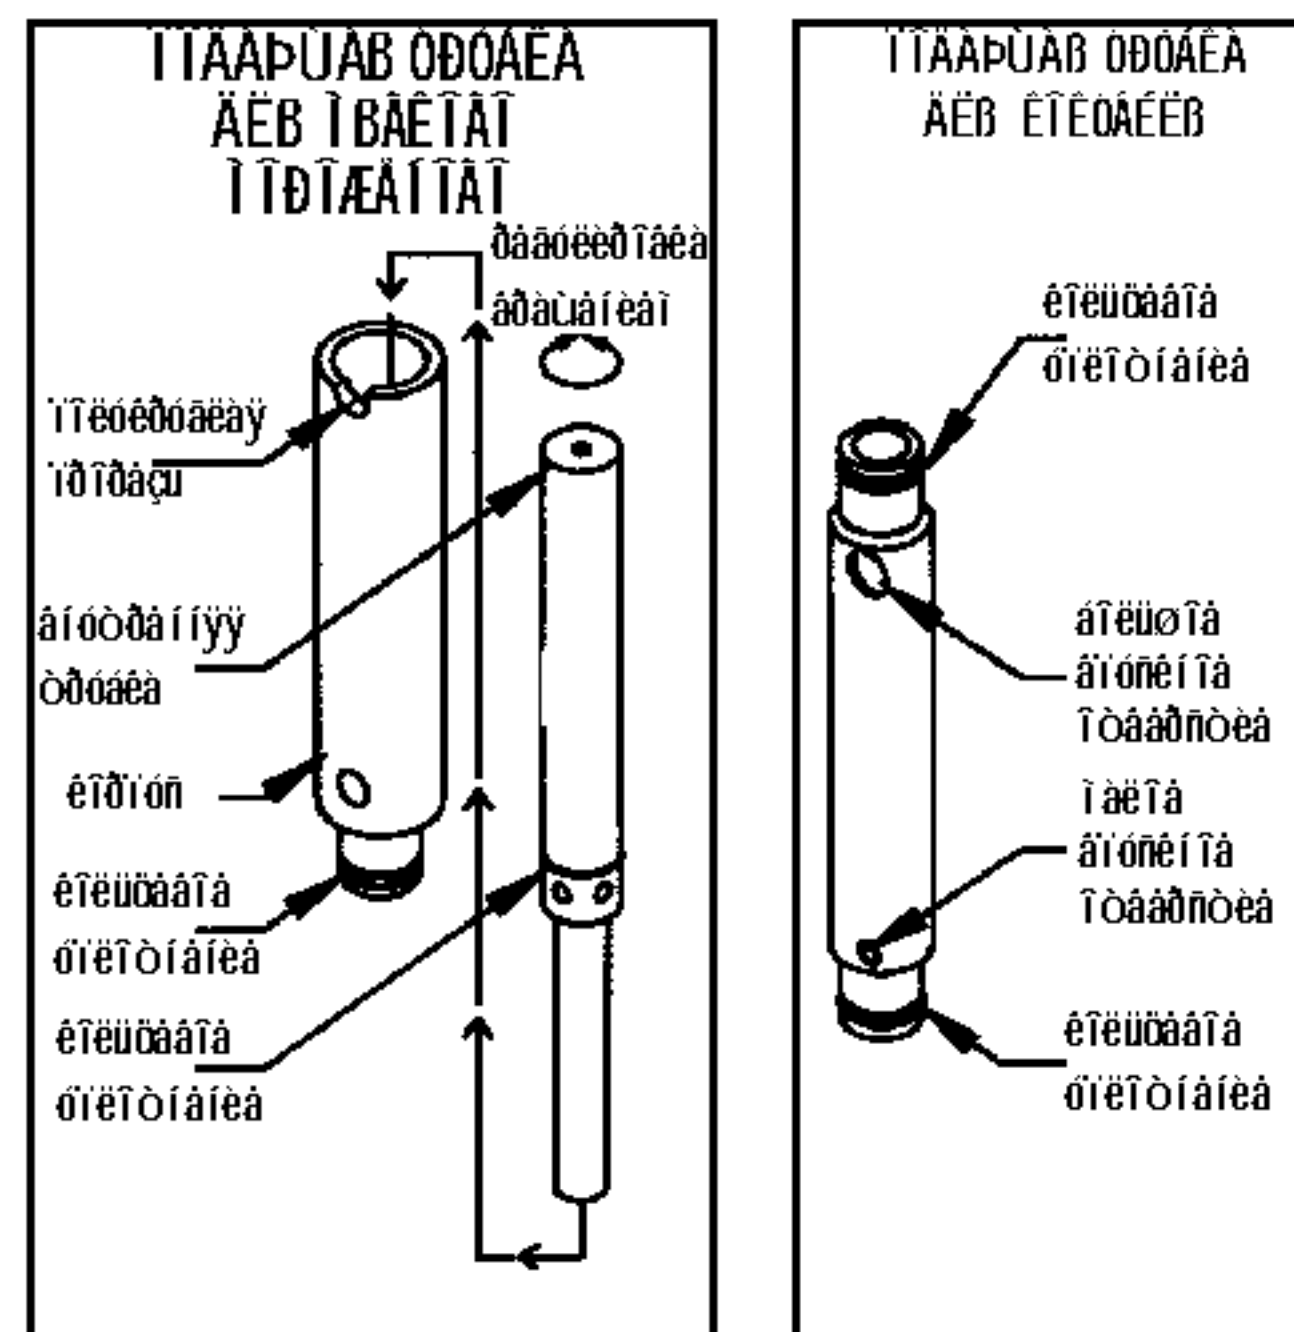

Рис. 22. Узел подающей трубки.
5. Установите кольцевые уплотнения на внутреннюю трубку и трубку, служащую корпусом, узла подающей трубки (рис. 22). Обильно нанесите смазку на оба кольцевых уплотнения. Установите внутреннюю трубку в корпус легким вращательным движением. Поместите собранную подающую трубку на дно ванны для смеси для санитарной обработки. Убедитесь, что смазка не забила впускное отверстие в подающей трубке.